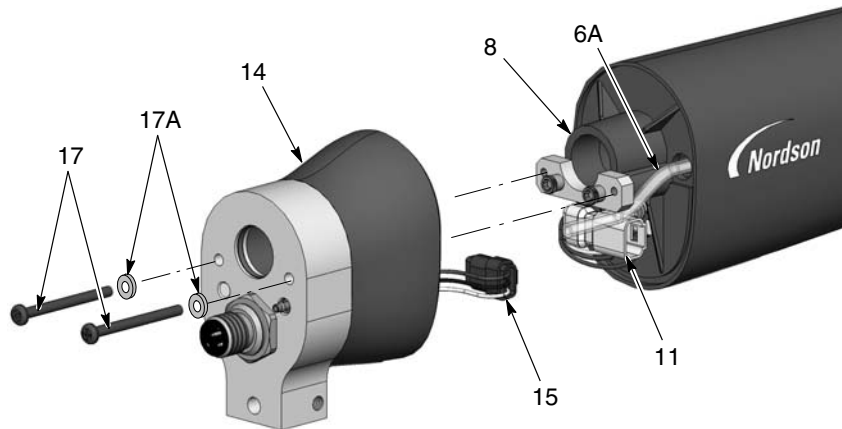

Bild 7-12 Demontering av stångmonterad pistol 1 av 3
2. Se bild 7-12. Ta av de två insexskruvarna (17) och låsbrickorna (17A) från kroppens bakre del (14).
3. Dra försiktigt bort den bakre delen av pistolkroppen tillräckligt långt från mellanväggen (8) för att kunna koppla loss spänningsaggregatets kontaktadel (11) från kabelkontakten (15) och filterdelslangen (10) från den hullingförsedda kopplingen inne i den bakre delen av pistolkroppen.